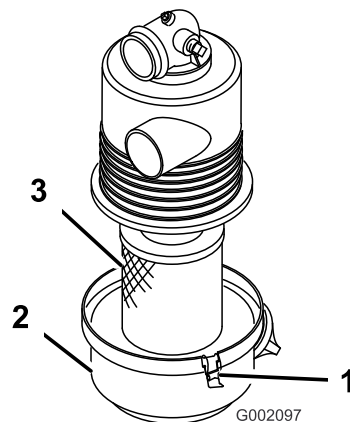

図 13
1. エアクリーナ本体にリーク原因となりそうな傷がないか点検する。本体とカバーがシールでしっかり密着しているのを確認してください 図 13。
2. エアフィルタのカバーをエアフィルタのハウジングに固定しているラッチを外す 図 13。
3. ボディーからカバーを外し、カバーの内部を清掃する 図 13。
3. エアフィルタのハウジングにELEMENTを取り付ける (図 13)。
4. エアクリーナのカバーとハウジングを合わせる 図 13。
5. カバーをハウジングにラッチで固定する(図 13)。